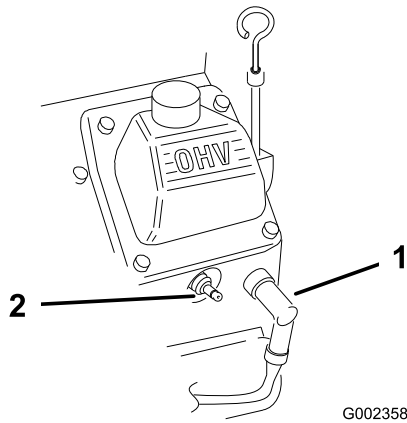

Figura 21
2. Desconecte los cables de las bujías (Figura 21).